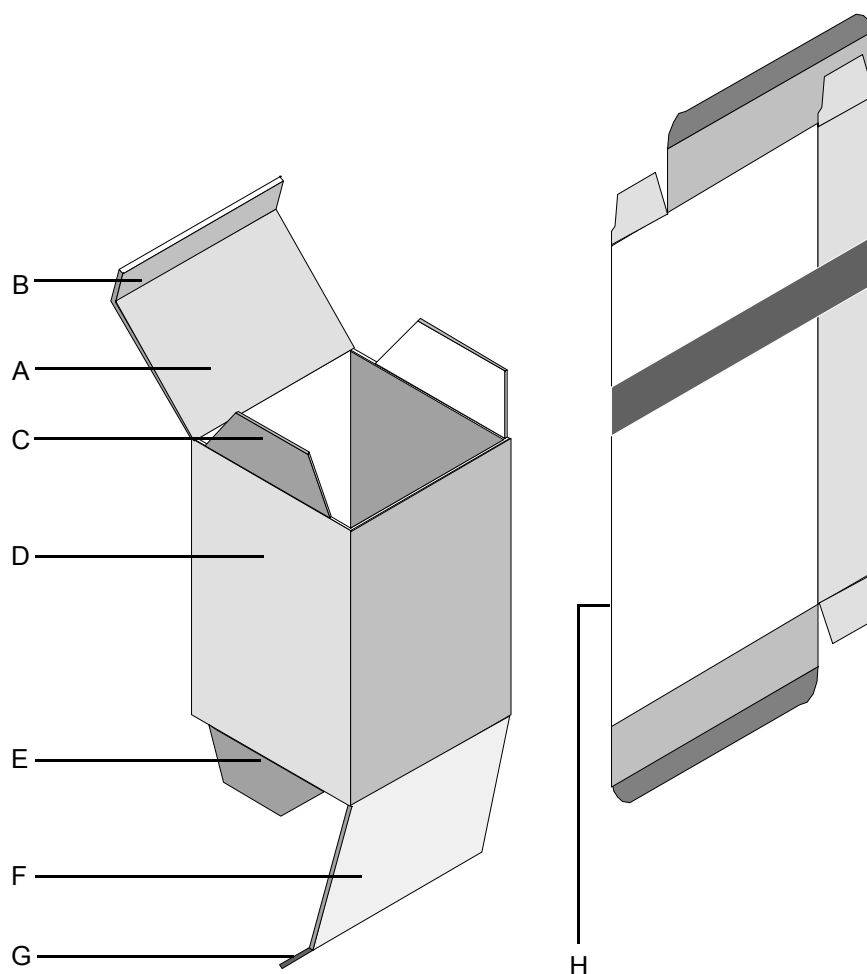

Fig 6.1
- tourner le volant à main supérieur (C) en se référant à la tige millimétrée
- la valeur sur la tige millimétrée (B) doit correspondre à la somme des cotes «F» + «G» référées à la Fig. 6.1
- après avoir obtenu la valeur établie, resserrer les poignées de réglage (A)
- en agissant sur les poignées de réglage (A), positionner la ligne médiane de la surface d'appui (B) en position centrale par rapport au rabat inférieur de l'étui (voir Fig. 6.1).
- en agissant sur les vis (A), positionner les guides de réglage de l'arête mobile à proximité du bord de l'étui (voir réf. H fig. 6.1)
- après le réglage, resserrer les vis (A)
- desserrer la vis (D) de fixation
- approcher le contraste métallique de l'emboîture du rabat supérieur (dét. B fig. 6.1)
- resserrer la vis (D)
- en desserrant la vis de fixation (E), placer le contraste en position centrale par rapport au bord supérieur de l'emboîture du rabat supérieur (dét. B fig. 6.1)
- resserrer la vis (E)